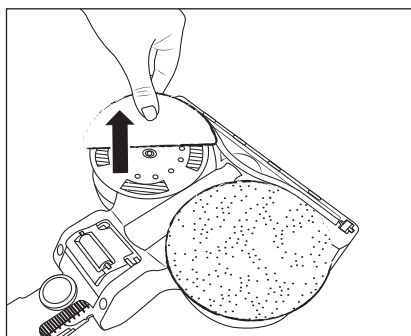

Fig. 18
- ◆ Para desmontar una almohadilla para fregar ❸④ del accesorio para fregar ❸①, agárrala con los dedos y tire de ella hacia arriba para extraerla del accesorio para fregar ❸① (consulte la fig. 18).